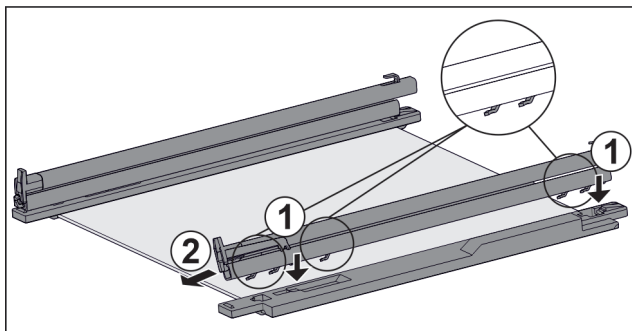

Fig. 154 Glasplade med skinner og holdedele
- ▶ Sæt skinnens kroge på den **venstre** holdedels åbninger. Fig. 154 (1)
- ▶ Træk skinnen frem. Fig. 154 (2)
- ▶ Sæt skinnens kroge på den **højre** holdedels åbninger. Fig. 154 (1)